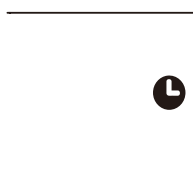

Abb. 4
- Drücken Sie die Taste mehrmals, bis die entsprechende Zeit angezeigt wird. Warten Sie ca. 5 Sekunden, bis der Timer aktiviert wird. Daraufhin wird lediglich das Symbol ⌚ auf dem Bildschirm angezeigt. (Abb. 4)